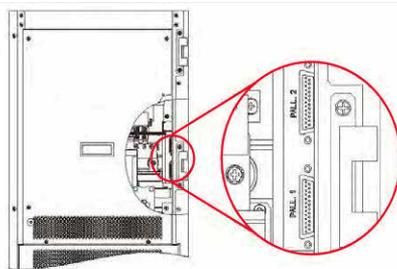

Figura 3-20 Puerto paralelo del UPS-IND 1300 (10-30 kVA)
- Paso 4** Conecte el puerto de comunicaciones paralelas de cada UPS (como se muestra en la figura 3-20) con los cables paralelos (cables de comunicación aislados) y fije los tornillos de los puertos correspondientes.